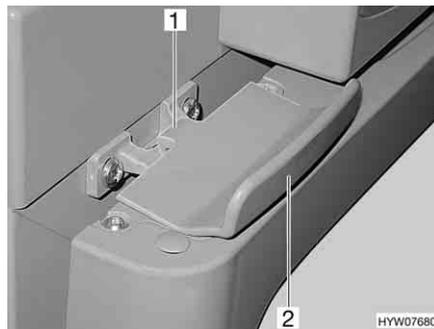

Fig. 159 Bloccaggio della porta del frigorifero, chiuso (Thetford)
- Aprire la porta del frigorifero tirando la maniglia (Fig. 159,2). Il bloccaggio (Fig. 159,1) si sblocca automaticamente.